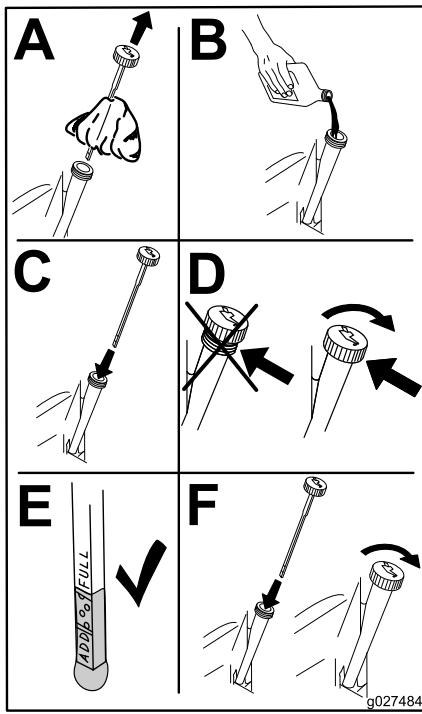

Figura 44
- Versate lentamente circa l'80% dell'olio indicato nel tubo di rifornimento e sempre con cautela rabboccate l'olio necessario per portarlo alla tacca di **Full (pieno)** (Figura 44).